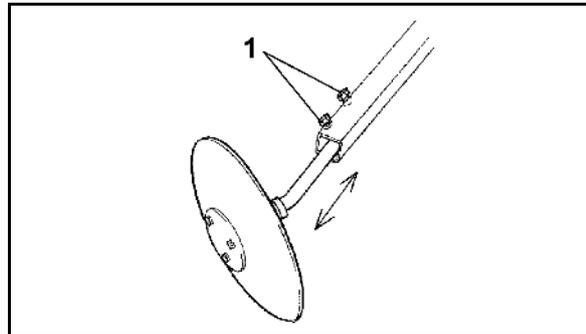

Fig. 53
3. Schrauben Fig. 53/1) lösen.